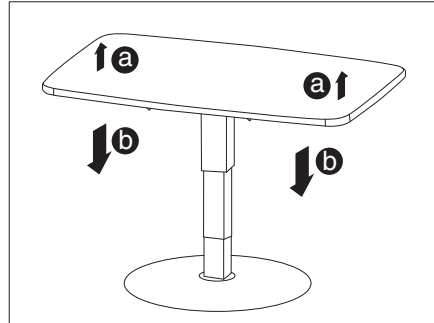

Fig. 56 Mesa elevadora
- Levantar brevemente el tablero de la mesa (Fig. 56,a) y, a continuación, presiónelo hacia abajo (Fig. 56,b) hasta alcanzar la altura deseada.